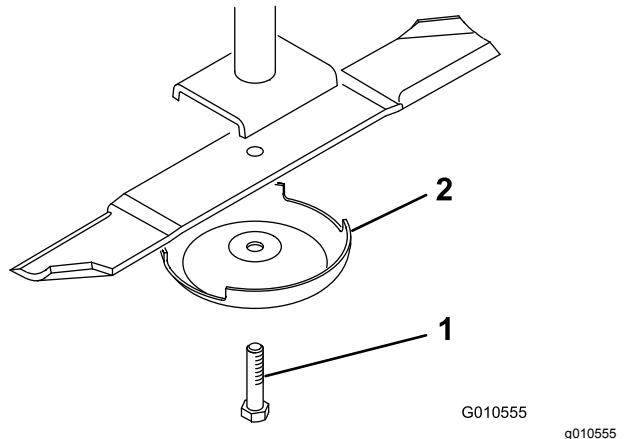

Figura 30
2. Fixe a extremidade da lâmina utilizando um pedaço de tecido ou uma luva grossa. Retire o parafuso da lâmina, o recipiente antidanos e lâmina do eixo (Figura 30).